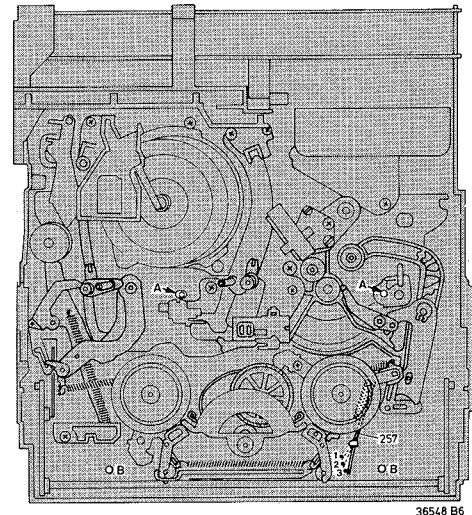

Fig. 2-2-5
- Zum Einstellen dieser Kraft stehen drei Einhängestellen zur Verfügung, siehe Bild 2-2-5.